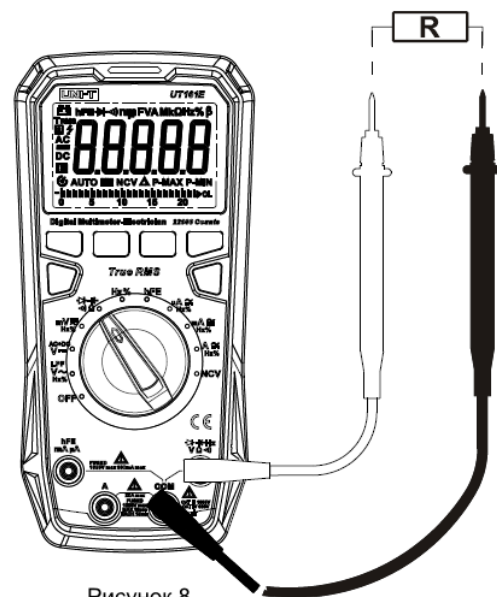

Рисунок 8
5. Измерение сопротивления (см. рисунок 8)